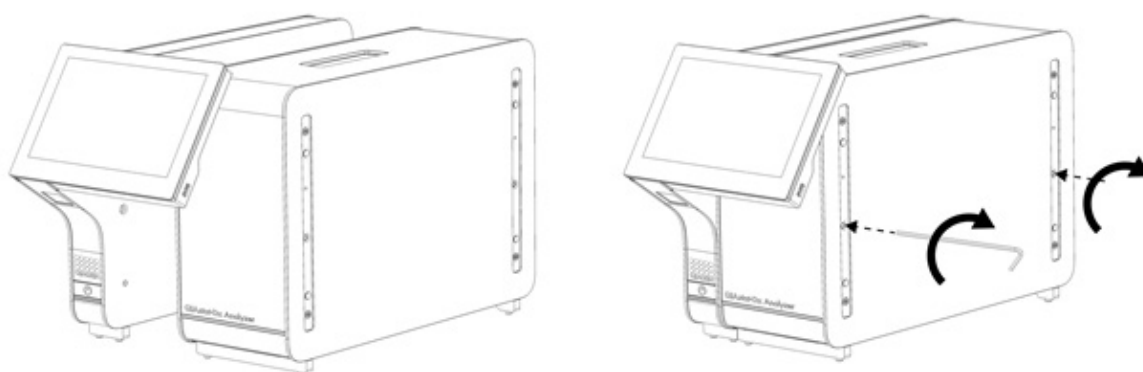

図 6.操作モジュールを解析モジュールに取り付ける。
3. 操作モジュールを箱から取り出し、解析モジュールの左側に取り付けます。QIAstat-Dx Analyzer 1.0 と同梱の解析操作モジュールアセンブリツールを使用してネジを締めます（図 6）。